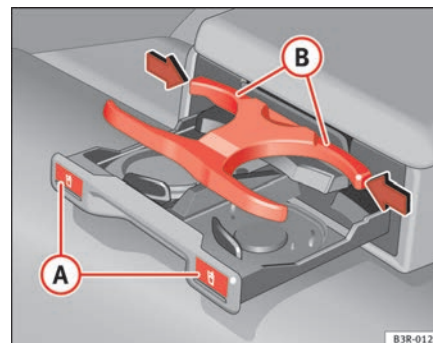

Fig. 132 Suporte de bebidas no apoio do braços traseiro
- Prima sobre o símbolo  (A) ⇒ fig. 132.